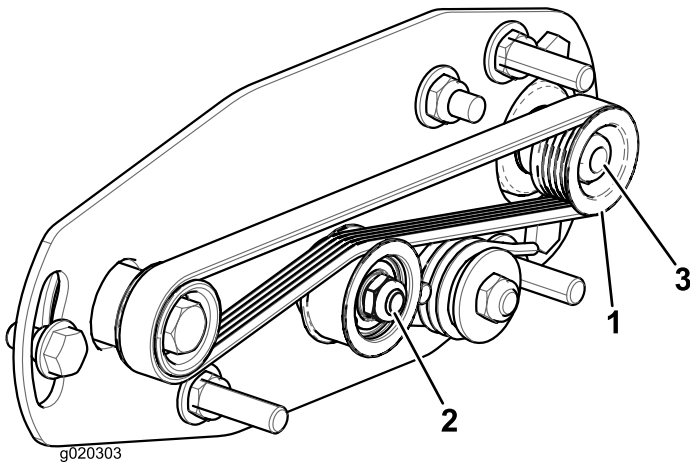
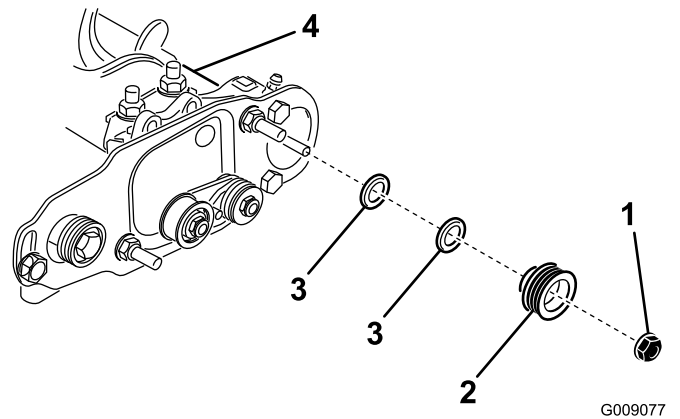

图21
图22
1. 从动皮带轮（位于滚筒刷轴）可以自由出入（图 21）。
2. 旋转滚刀（会带动驱动皮带轮旋转），把皮带从驱动皮带轮上撬下来（图 21）。
3. 卸下将从动皮带轮固定至刷轴的锁紧螺母（图 21 或图 22）。
4. 从轴上卸下从动皮带轮（图 22）。
5. 如果皮带轮需要移出，可添加 0.8mm 厚的垫圈（图 22）。